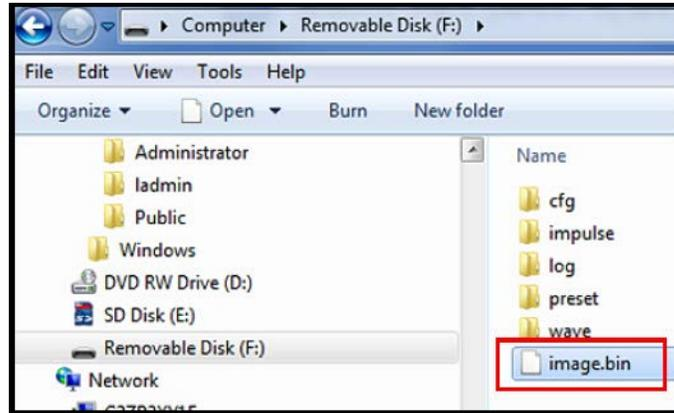

Рис. 105: Местонахождение файла image.bin в PT900
**Примечание:** Файл image.bin должен быть скопирован в корневой каталог PT900, как показано на Рис.105 ниже.